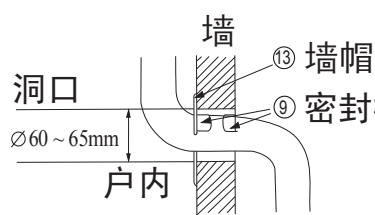
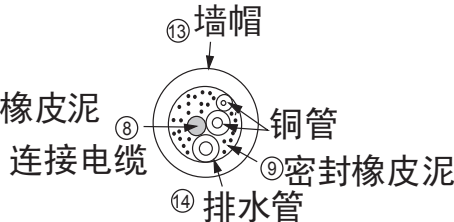

图43
图44
- 2 用附件 ⑬ 墙帽及附件 ⑨ 密封橡皮泥来整理墙上的洞，如图43、图44。